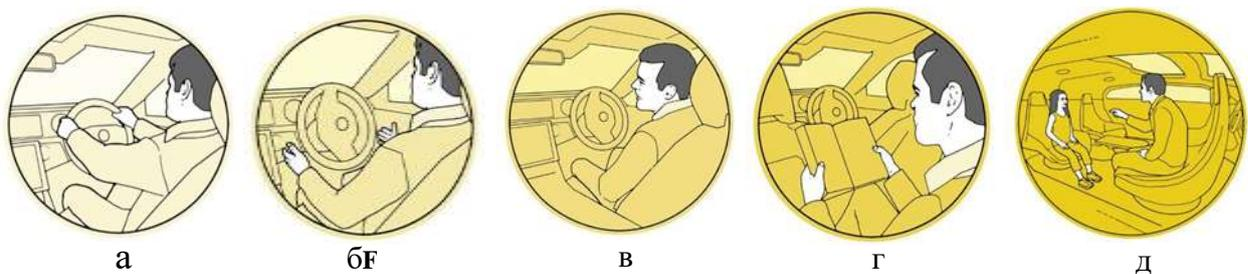

Рис. 4. Уровни системы автопилота с замещением функций водителя:
**Автопилоты** – это активные телематические СПВ, в которых реализуется автоматический режим функционирования на различном уровне[1] (рис. 4).